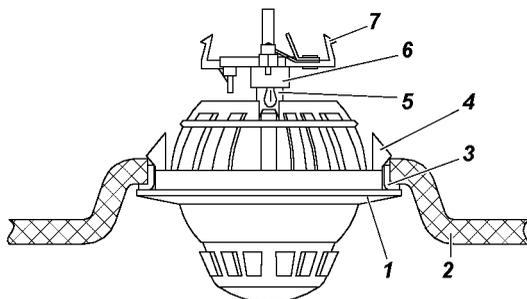

Рис. 9.51. Плафоны индивидуального освещения:
**Плафоны индивидуального освещения.** Для замены лампы осторожно, чтобы не повредить обивку крыши и плафон, подденьте отверткой корпус 1 (рис. 9.51) и потяните плафон вниз. С помощью отвертки выведите из зацепления защелки 7 патрона и выньте патрон.